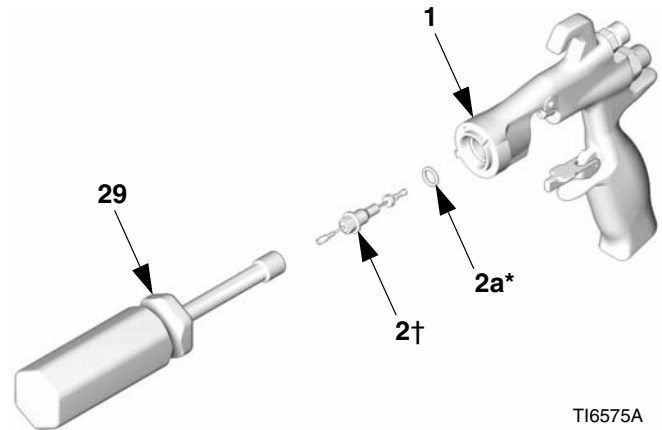
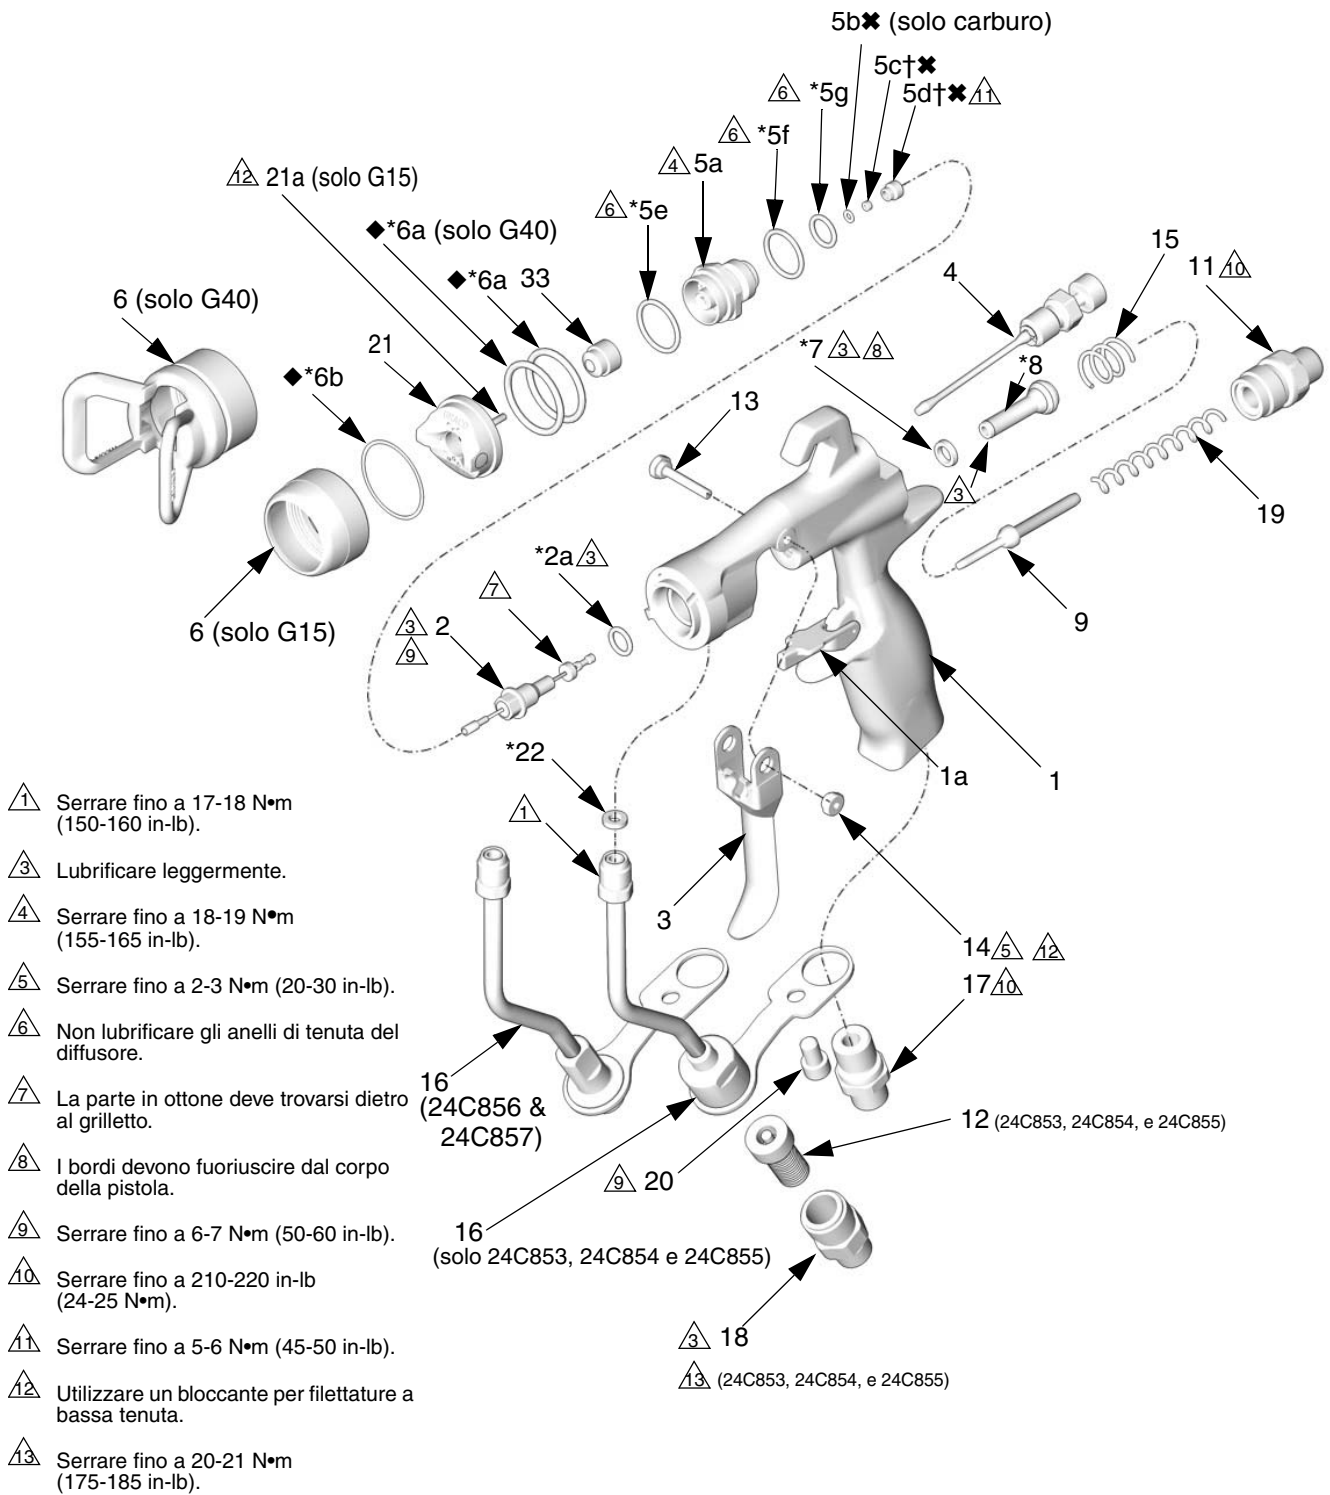

FIGURA 42
FIGURA 43
1. Installare la guarnizione del tubo (22*) nella pistola. Serrare a mano il connettore del tubo del fluido (C) nell'ingresso del fluido alla pistola. Serrare a mano il raccordo ingresso aria della pistola (17) e la vite (20). Serrare il raccordo del tubo del fluido a 150-160 in-lb (17-18 N•m). Serrare il raccordo di ingresso dell'aria a 210-220 in-lb (24-25 N•m). Serrare la vite della staffa del tubo del fluido a 50-60 in-lb (6-7 N•m). Vedere la FIGURA 43.
2. Installare il filtro del fluido di ingresso (12) nella base del tubo di fluido. Avvitare il raccordo di ingresso del fluido (18) nella base del tubo. Serrare fino a 175-185 in-lb (20-21 N•m). Vedere la FIGURA 43.
4. Lubrificare l'estremità anteriore del gruppo della valvola aria (8*). Fare scorrere con delicatezza il gruppo della valvola aria sul retro della pistola, passando attraverso la guarnizione a U (7*), fino a dove arriva. Fare attenzione a non danneggiare la guarnizione a U. Vedere la FIGURA 43.
5. Inserire con cautela la parte più sottile dello stelo (9) nella valvola dell'aria (8*).
6. Installare le due molle (15 e 19). Avvitare il tappo della molla (11) nella parte posteriore del corpo della pistola. Serrare fino a 210-220 in-lb (24-25 N•m).
7. Lubrificare leggermente gli anelli di tenuta del gruppo dell'ago e lo stelo su cui scorre la guarnizione. Accertarsi che l'anello di tenuta (2a*) sia al suo posto sul corpo della pistola (1).
8. Inserire il gruppo dell'ago del fluido (2) nella parte anteriore della pistola. Utilizzare il cacciavite per dadi (29) per avvitare il gruppo dell'ago del fluido nel corpo della pistola (1) e serrare a 50-60 in-lb (6-7 N•m). Vedere la FIGURA 42.
9. Installare il grilletto (3), il perno rotante (13) e il dado (14). Utilizzare un bloccafili a basso potere e assicurarsi che il pezzo di ottone del gruppo dell'ago del fluido (2) si trovi dietro al grilletto. Vedere la FIGURA 43. Lubrificare entrambi i lati del perno girevole dove il grilletto tocca il perno e lubrificare la protuberanza su entrambi i lati della pistola dove il grilletto tocca il corpo della pistola. Serrare il dado a 20-30 in-lb (2-3 N•m).
10. Attivare la pistola per ritrarre l'ago mentre si avvitano il gruppo della sede (5) dal corpo della pistola (1), usando lo strumento della pistola (30). Serrare fino a 18-19 N•m (155-165 in-lb). Quando il serraggio è corretto, la flangia finisce fuori dalla pistola.
11. Collegare l'anello di ritenzione (6), il cappello aria (21) e l'ugello di spruzzatura (33).